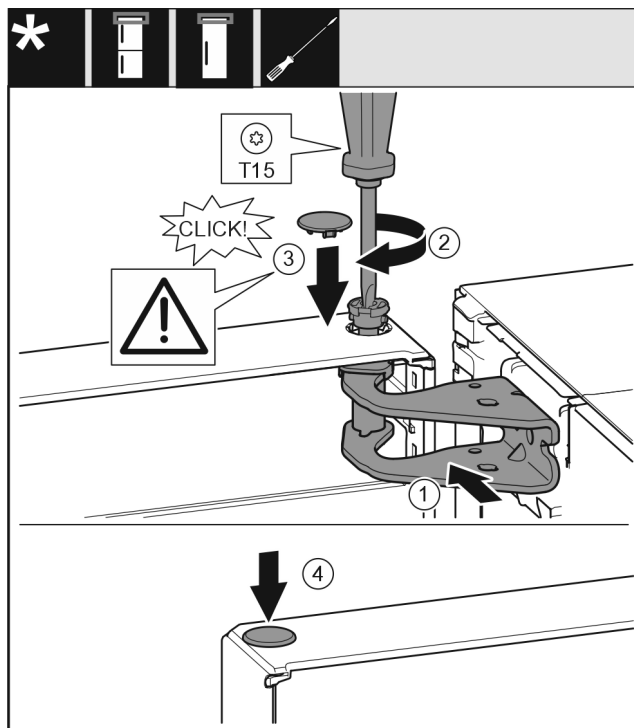

Fig. 24
- ▶ Rikta in dörren upptill så att den passar öppningen i lagerbocken. Fig. 24 (1)
- ▶ Sätt i bulten och skruva fast den med en torxskruvmejsel T15. Fig. 24 (2)
- ▶ Montera blindpluggen för dörrens låsbult: Sätt in blindpluggen och kontrollera att den är i jämnhöjd med dörren. Annars ska bulten sättas in helt. Fig. 24 (3)
- ▶ Sätt i pluggen. Fig. 24 (4)